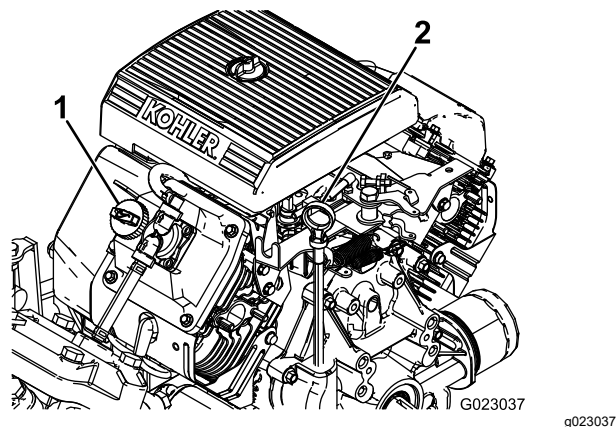

Figura 10
2. Retire la varilla y límpiela con un paño limpio (Figura 10).
4. Si el nivel de aceite es bajo, retire el tapón de llenado de la cubierta de la válvula (Figura 10) Y AÑADA ACEITE POR EL ORIFICIO HASTA QUE EL NIVEL LLEGUE A LA MARCA LLENO DE LA VARILLA; EL TIPO Y LA VISCOSIDAD CORRECTOS FIGURAN EN LA SECCIÓN . Mantenimiento del aceite de motor \(página 52\)